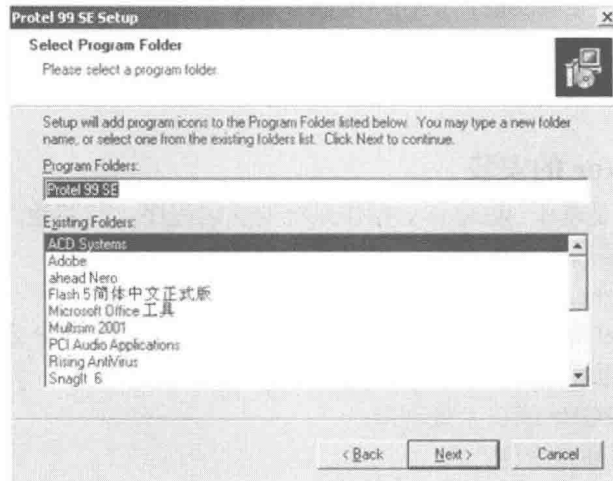

图 0-3 指定程序组
④ 单击 Next 按钮后，屏幕提示选择安装路径，一般不作修改。再次单击 Next 按钮，选择安装模式，一般选择典型安装 (Typical) 模式。继续单击 Next 按钮，屏幕提示指定存放图标文件的程序组位置，如图 0-3 所示。